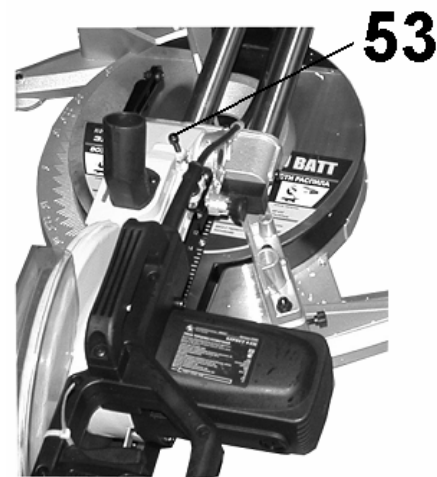
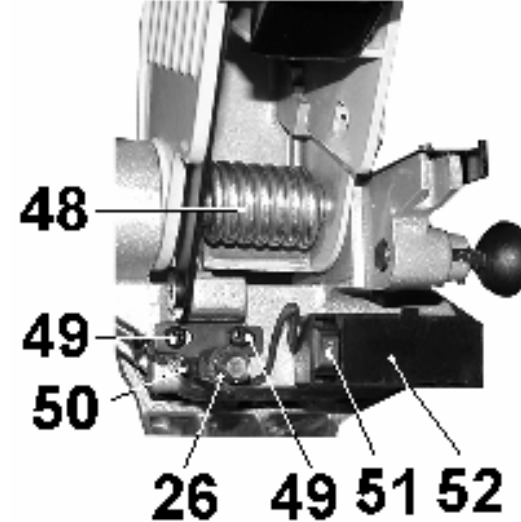

Рис.13
Рис. 12
Возвратная пружина (48), Рис.12, служит для автоматического подъема пильного диска (15), Рис.2, после пиления. Жесткость возвратной пружины (48) регулируется винтом (53), Рис.13.
10.6.1. На вашей пиле установлен лазерный указатель (26), Рис.12. Для включения и выключения лазерного луча служит переключатель (51), Рис.12.
10.6.5. Включите лазерный указатель (26) переключателем вкл./выкл. (51), Рис.12.
10.6.7. Параллельность линии лазерного указателя (26) с линией распила на заготовке регулируйте винтом (50), Рис.12.
10.6.8. Вы можете отрегулировать лазерную линию так, чтобы она проходила слева, справа или по центру распила, в зависимости от того, как вы предполагаете использовать лазерный указатель (26), Рис.13, во время распиловки.